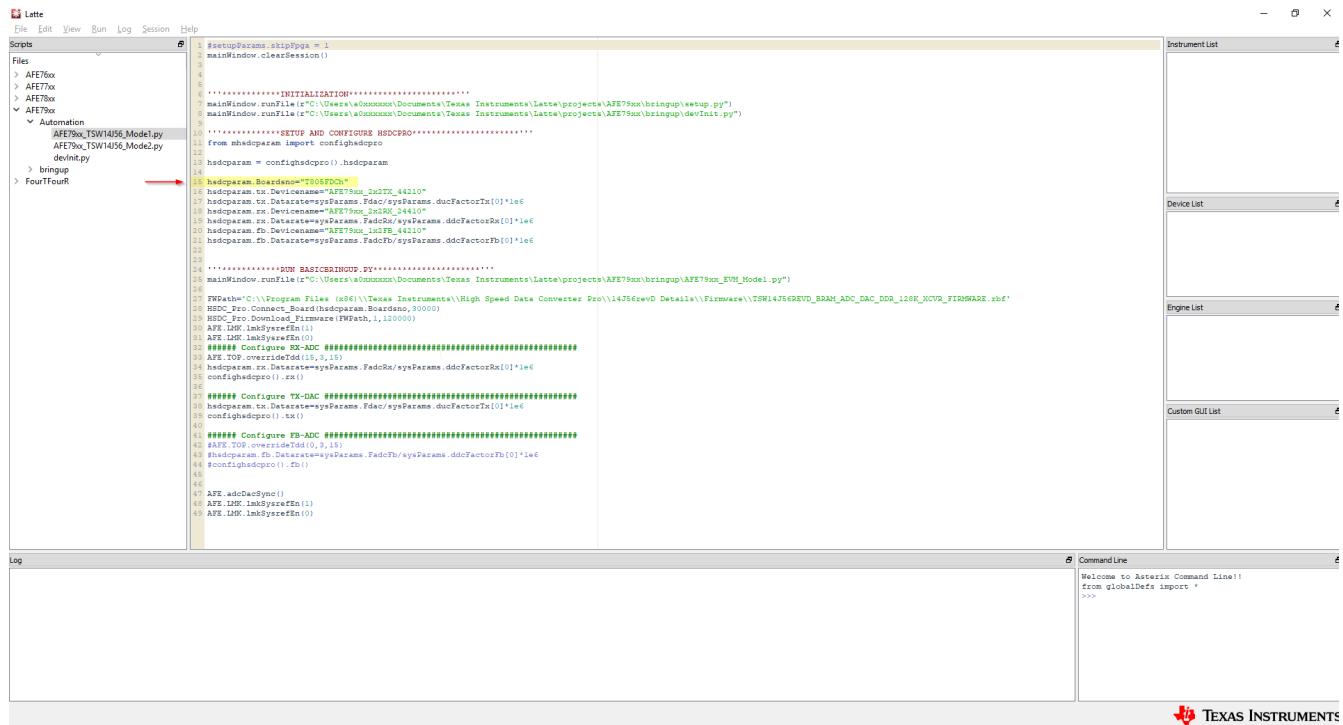

图 4-5. TSW14J56 EVM 序列号位置
- 图 4-5 显示了根据突出显示的行输入 TSW14J56 EVM 序列号的位置。